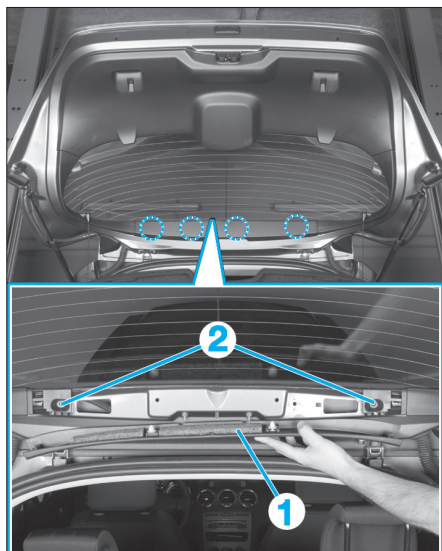

Fig. 85
- Dégrafer la garniture supérieure de volet (1) aux endroits indiqués (Fig.85).
- Déposer les vis (2).